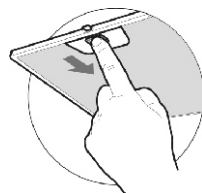

рис. 4
8.3 Для очистки алюминиевого фильтра извлеките его из вытяжки (рис. 4) и произведите очистку с помощью щетки горячим водным раствором нейтрального моющего средства вручную или в посудомоечной машине (при 60°C).
- снимите алюминиевый фильтр (рис. 4);
- перед установкой вытяжки снимите алюминиевый фильтр, для этого нажмите на пружинный замок на фильтре и потяните фильтр вниз и на себя (рис. 4);